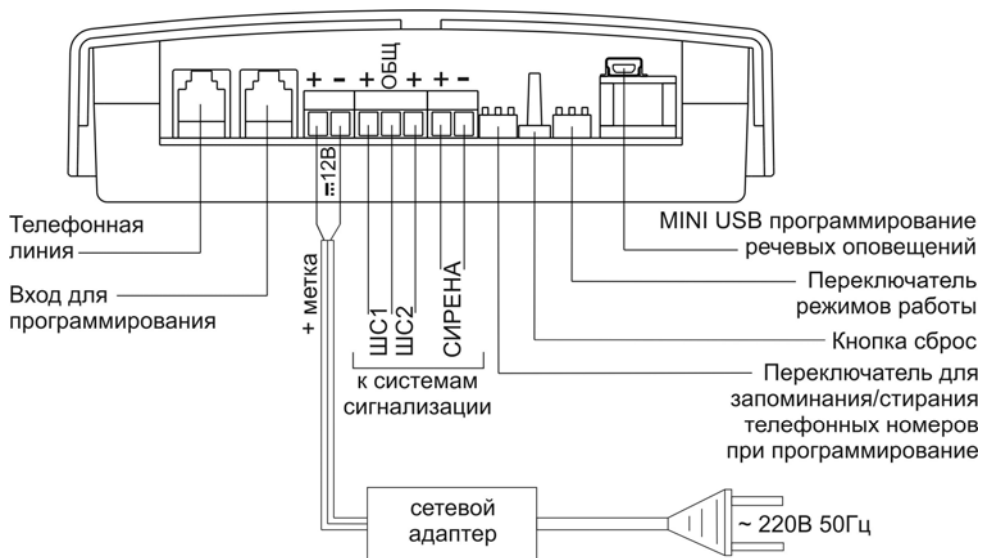

Рисунок 2 - вид изделия с открытой крышкой
«Переключателем режимов работы» (см. рисунок 2) можно установить следующие функции для рабочего режима см. таблицу 2.
- подключить телефон к входу для программирования (см. рисунок 2);
- установить на переключателе для запоминания/стирания телефонных номеров (см. рисунок 2) необходимую ячейку 1,2 или 3, для записи или стирания номера в положение «ON», а остальные в положение «OFF»;